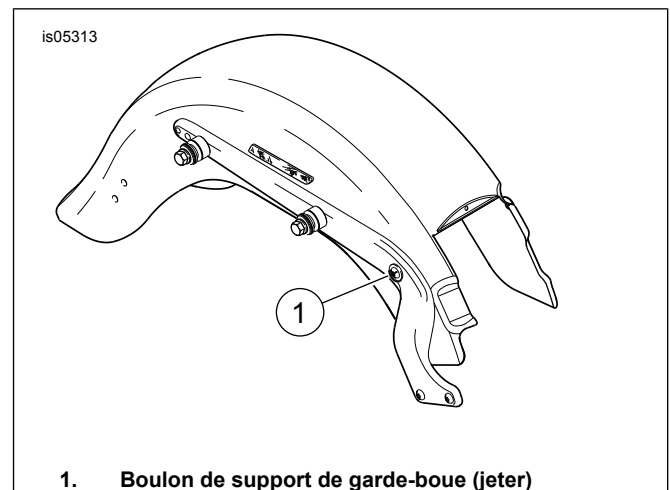

Figure 1. Retirer la visserie d'ancrage.
2. Voir Figure 1. Retirer et jeter le boulon de support de garde-boue (1) le plus en avant. Faire de même pour l'autre côté.